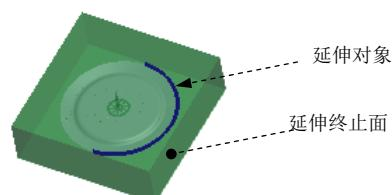

图 23.23 延伸参考
(1) 在屏幕右下方的“智能选取栏”中选择“几何”选项。选取图 23.23 所示的旋转曲面边线为延伸对象。
(2) 单击 分型面 功能选项卡 编辑 ▾ 区域的 延伸按钮，此时出现 延伸 操控板。
① 在操控板中按下按钮 。
② 在系统 选择曲面延伸所至的平面. 的提示下，选取图 23.23 所示的表面为延伸的终止面。
③ 在 延伸 操控板中单击 按钮。